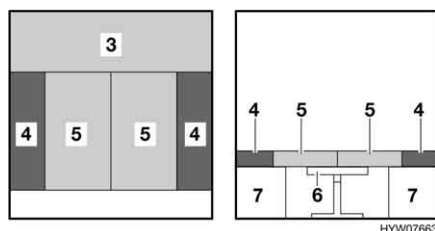

Fig. 78 Dopo la trasformazione
- Collocare i cuscini dello schienale (Fig. 78,4) sulla parete esterna. Rispettare la forma cuneiforme.
- Premere entrambi i cuscini del divano (Fig. 78,5) fra i cuscini dello schienale.